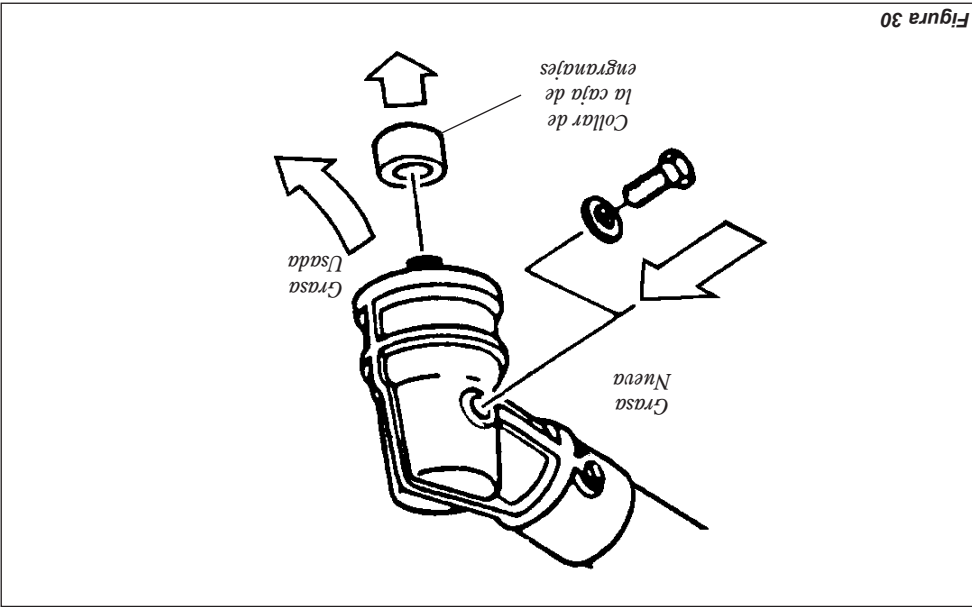

Figura 30
2. Con una llave hexagonal de 3 mm retire la cubierta del molle en los tres tornillos de la tapa del motor y la tapa del motor. Consulte la figura 30.
3. Con un destornillador de cruz a retire los cinco tornillos sosteniendo la maya guardachispas y la tapa del silenciador. Consulte la figura 30.
5. Con una llave hexagonal de 3 mm retire los pernos del silenciador y el silenciador. Consulte la figura 30.
- Retire el accesorio de corte, el soporte del accesorio de corte y el collar de la caja de engranajes. Retire la tuerca del alimentador del costado de la caja de engranajes e introduzca grasa nueva a la caja hasta que la grasa usada salga. Use solamente grasa a base de litio, tal como grasa Shindaiwa para Caja de Engranajes o su equivalente. Consulte la figura 30.